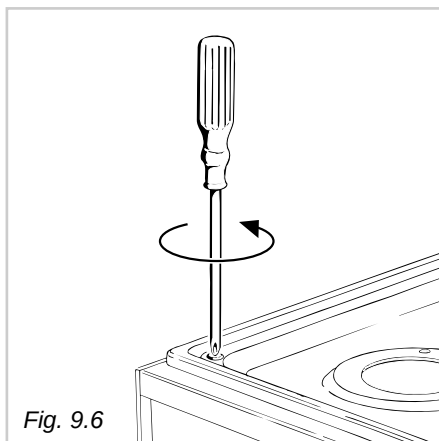

Fig. 9.6
- Sollevare il piano di lavoro dopo avere svitato le 2 viti anteriori (fig. 9.6)